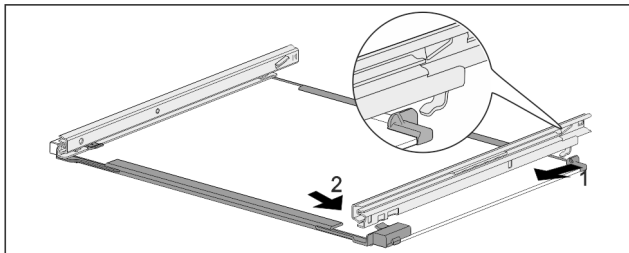

Fig. 82 Стъклена плоча с релси
- ▶ Закачете релсата отзад. Fig. 82 (1)
- ▶ Фиксирайте релсата отпред. Fig. 82 (2)